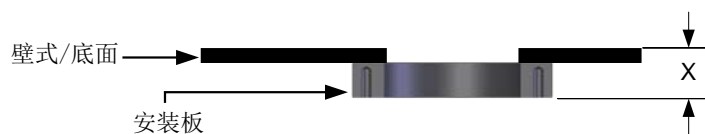

图19: 测量插入深度
1. 一旦安装板已焊接到适当尺寸的孔上方，应测量安装板的外壁面到内壁 (x) 的距离 (图 19)。